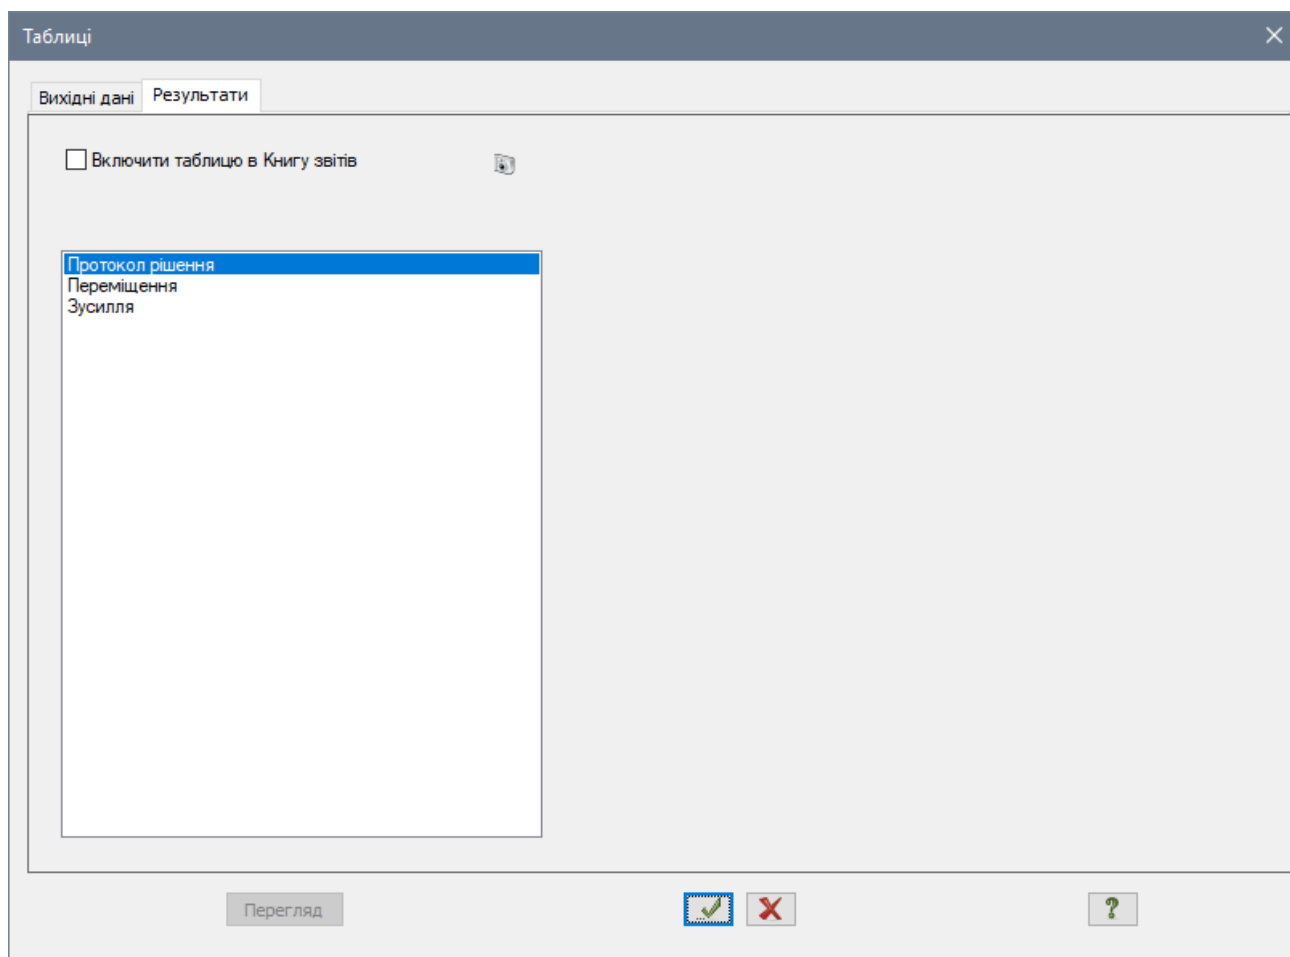

Рис. 8.27. Діалогове вікно **Таблиці**
- Після цього в діалоговому вікні **Таблиці** (рис. 8.27) виділіть рядок **Протокол рішення**.